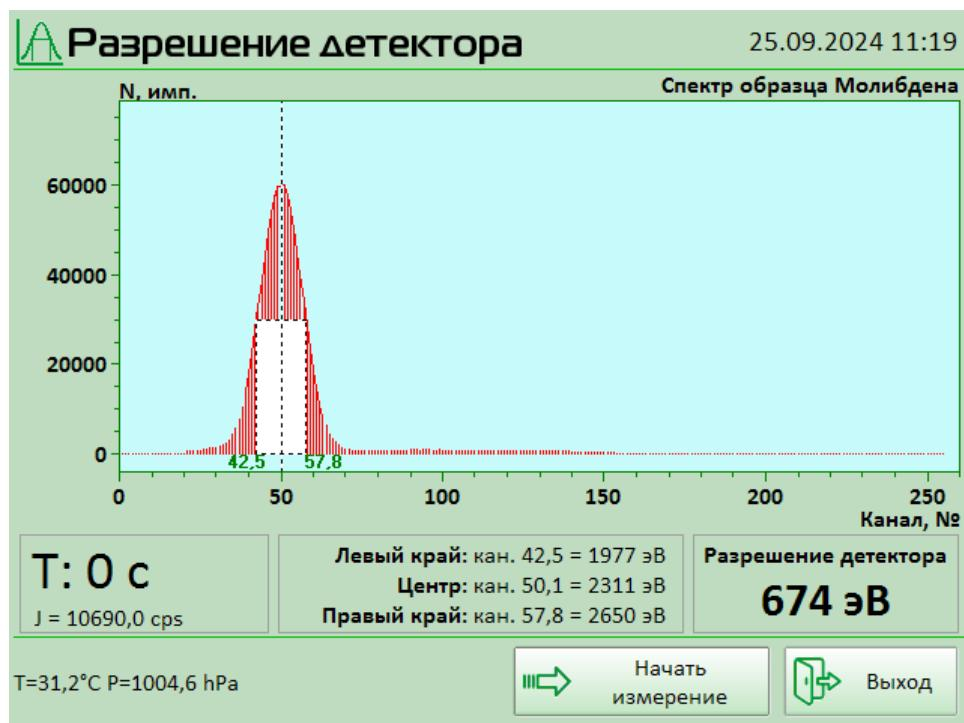

Рисунок 47
13.10.4 Анализатор начнёт выполнять измерение спектра молибдена, и через 200 секунд будет рассчитано энергетическое разрешение детектора в электронвольтах, эВ (Рисунок 47).